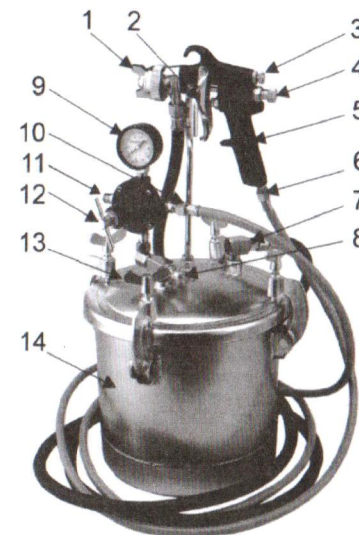

Рис. 1
- Красконагнетательный бак (13)(См. Рис.1) представляет собой герметически закрытый сосуд переносного типа. Он состоит из следующих основных узлов: бака, изготовленного в виде сварного цилиндра со сферическим дном; сферической крышки, на которой монтируется арматура бака.
- Крышка крепится к баку четырьмя откидными скобами с винтами (12)(См. Рис.1), при затяжке которых обеспечивается герметичность соединения.
- На крышке расположен штуцер для подключения регулятора давления с манометром (9)(См. Рис.1). Регулятор давления (12) имеет штуцер для подачи воздуха (11) от воздушного компрессора и штуцер для подачи воздуха на краскораспылитель (10)(См. Рис.1); кран-регулятор давления (12) во время работы, и для окончательного сброса давления воздуха в баке перед его заправкой и по окончании работы.
- Крышка бака имеет предохранительный клапан сброса давления (8) для поддержания рабочего давления в баке.
- Сжатый воздух от компрессора проходит нередуцированным по прямому каналу редуктора от штуцера (11) и далее на краскораспылитель, через штуцеры (10; 6)(См. Рис.1) и пвмошланги. Редуцирование (пропуск воздуха в бак) происходит после поворота регулировочного винта (12)(См. Рис.1) по часовой стрелке. При этом клапан открывается и воздух попадает в полость диафрагмы редуктора, которая сообщается с емкостью бака и манометром, контролирующим рабочее давление в баке. Давление нередуцированного воздуха, поступающего на краскораспылитель, данным манометром не контролируется.
- При вывинчивании регулировочного винта (12) клапан закрывается, и доступ воздуха в бак (14)(См. Рис.1) прекращается. Поддержание требуемого давления на красочный состав после настройки редуктора происходит автоматически, норма давления определяется по факелу краскораспылителя.
- Принцип работы краскораспылителя заключен в подаче рабочего материала под давлением воздуха. Необходимый поток воздуха подводится через пневмошланг, присоединяемый к корпусу рукоятки (5)(См. Рис.1) краскопульта через разъем (6)(резьбовую гайку 1/4").
- При нажатии на спусковой рычаг (2)(См. Рис.1) до первого деления открывается воздушный клапан, при дальнейшем нажатии дозирующая игла выходит из сопла, материал для распыления вытекает из насадки сопла и одновременно распыляется поступающей струей воздуха.
- Наполните бак (14)(См. Рис.1) краской. Заполнение бачка происходит через загрузочное отверстие сверху бака.
- Закройте бак крышкой. Прочно зафиксируйте скобы крепления (13)(См. Рис.1).
- Подключите шланг от компрессора к штуцеру (11)(См. Рис.1).
- Соедините шланг подачи воздуха от штуцера (10)(См. Рис.1) с разъемом на ручке распылителя (6).
- Соедините шланг подачи краски со штуцером (7)(См. Рис.1) на крышке бака и разъемом под дюзой краскораспылителя.
- Убедитесь, что дюза (1)(См. Рис.1) распылителя не забита.
- Перед началом распыления необходимо проверить краскораспылитель на шаблоне, произвести регулировку подачи краски (2)(См. Рис.1), подачи воздуха и ширины распыления факела (4).
- Нажмите на спусковой механизм распылителя (7)(См. Рис.1). Инструмент начнет распыление краски